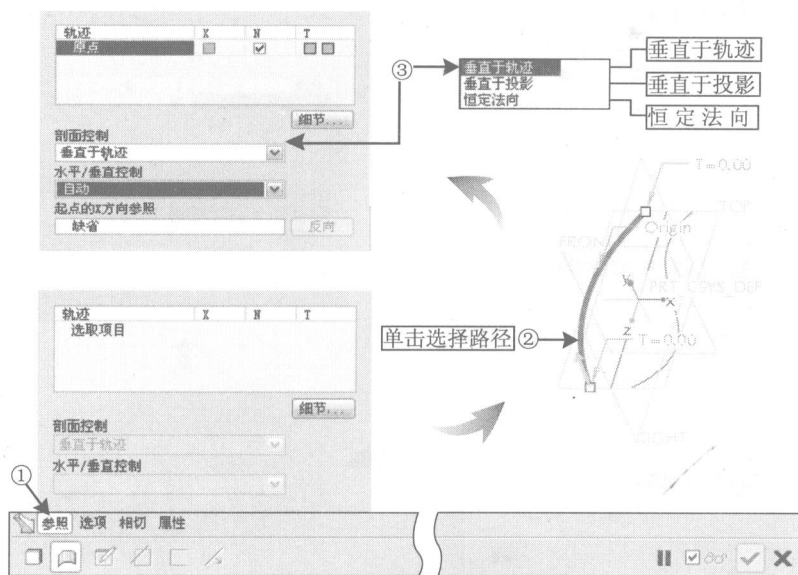

图 1-14 定义路径与截面的对应方式
绘制好 2D 曲线后，按照设定截面参考路径的方式。选中①参照选项将弹出对话框→②单击选择窗口中左侧的路径，此时轨迹(Trajectories)内的选取项目(Select items)自动转为原点(Origin)，而且右侧的 N 选项自动被勾选，即系统自动内定路径为垂直(除非再另选择一条路径，才能再进行其他设定)；接着再在剖面控制(Section plan control)处→③选择垂直于投影(Normal To Trajectory)进行其他选项的设定，如图 1-14 所示。需要特别注意，若在后续设定的截面对应方式与轨迹(Trajectories)的选项有冲突时，系统会自动以轨迹(Trajectories)的设定为准。